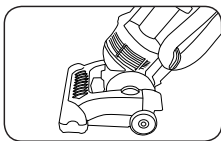

Fig. 3
3. Position intermédiaire – pour un nettoyage normal (Fig. 3).